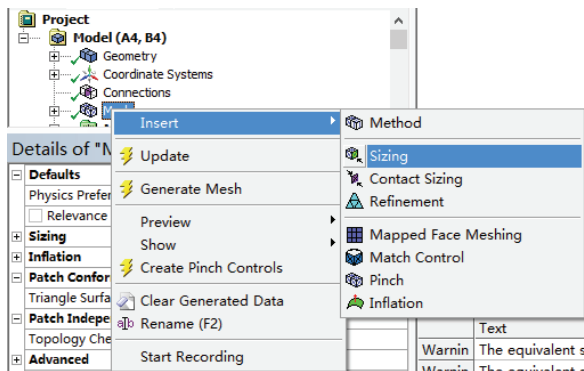
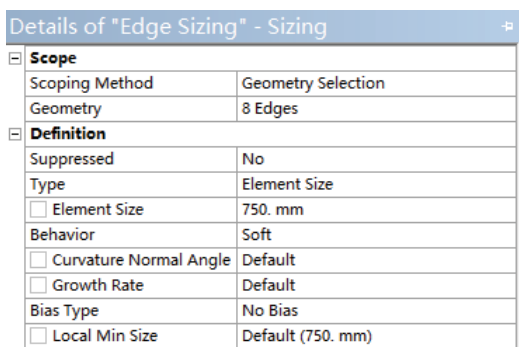

图 13-3 添加划分尺寸
图 13-4 设置面划分尺寸
2) 在 Mesh 上单击右键，选择 Insert>Sizing，如图 13-3 所示，在 Element Size 后设置单元尺寸为 750mm，如图 13-4 所示，然后选择待划分体的所有边缘，在细节窗口中的 Geometry 选项下单击 Apply 按钮。